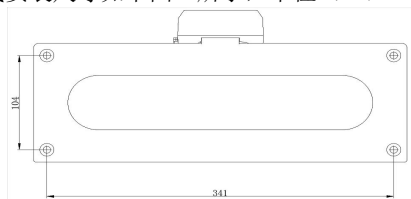
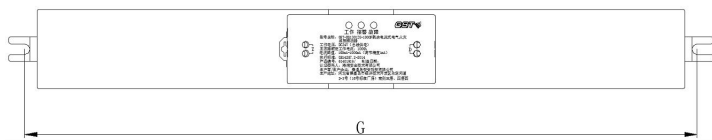

图 2 第一种方式螺钉安装
图 3 第二种方式螺钉安装
- 2、探测器采用螺钉安装方式，有两种方式，第一种方式安装尺寸如下图 2 所示，单位（mm）；第二种方式安装尺寸如下图 3 所示，单位（mm）。